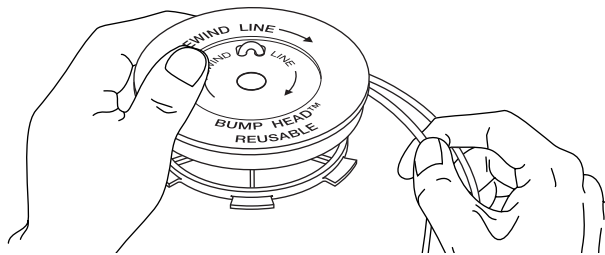

Fig. 21
7. Bobine las líneas en capas parejas y ajustadas sobre el carrete (Fig. 21). Bobine la línea en la dirección indicada en el carrete interior. Coloque su dedo índice entre las dos líneas para evitar que se superpongan. No superponga los extremos de la línea. Proceda al paso 11.